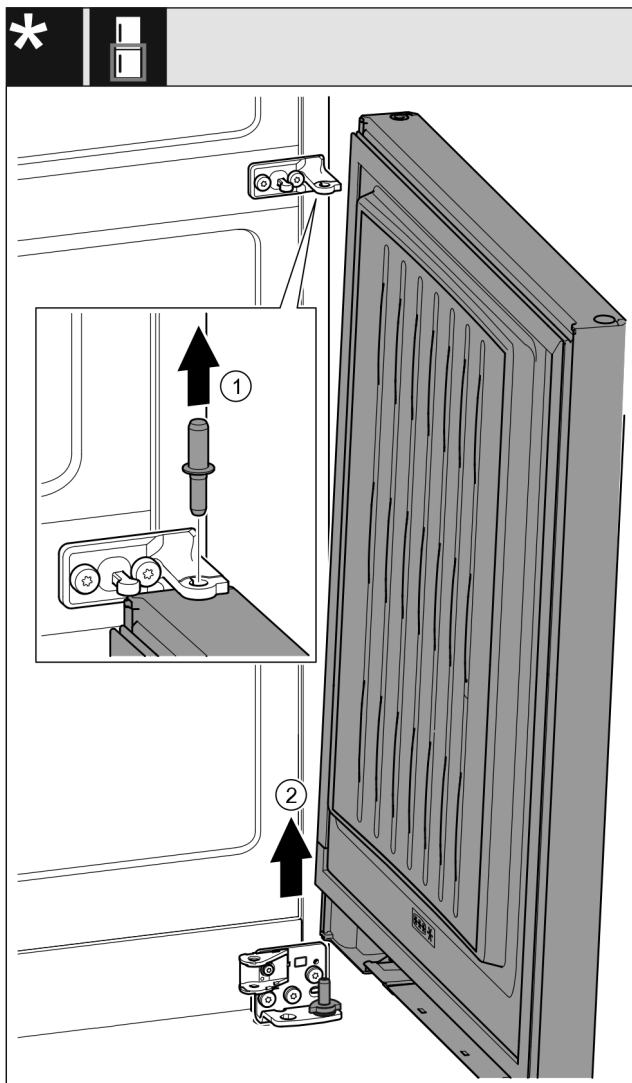

Fig. 23*
- Poista tappi ylöspäin vetämällä. Fig. 23 (1)*
- Käännä ovea ulospäin, vedä sitä ylöspäin ja aseta se sivuun. Fig. 23 (2)*